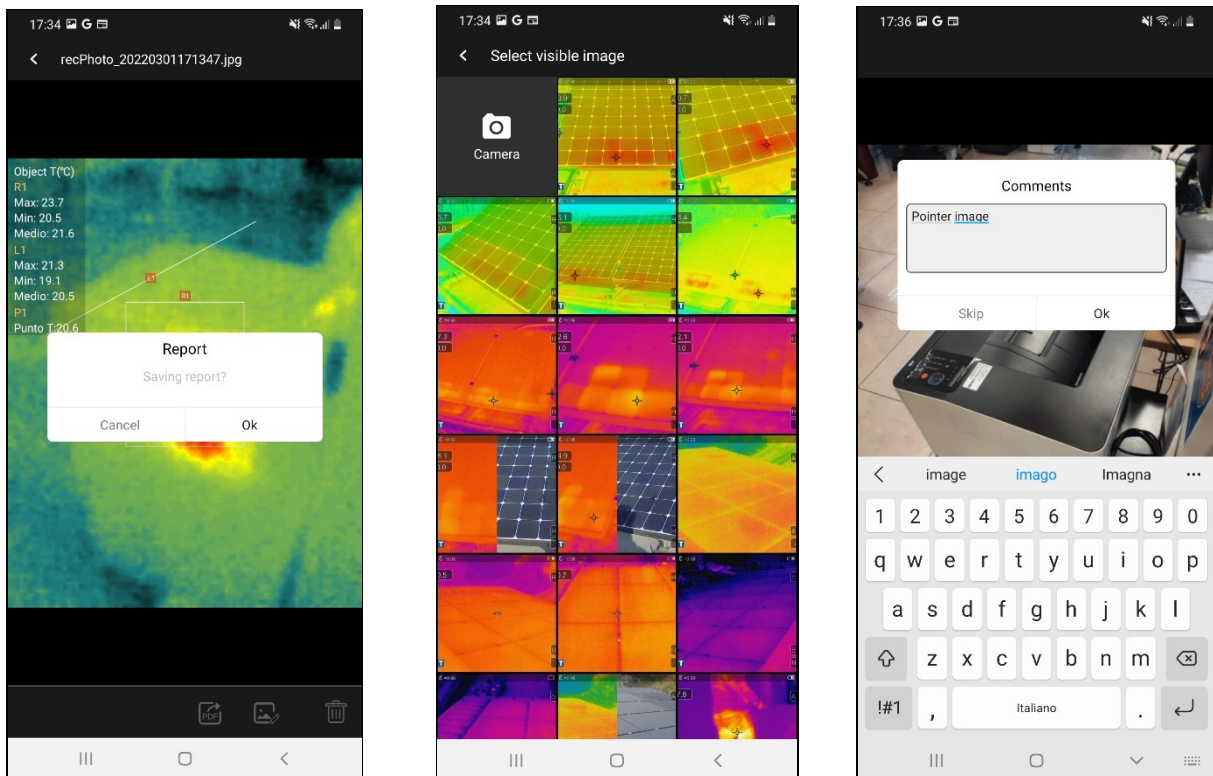

Fig. 12: Création d'un rapport PDF
2. Appuyez sur l'icône  pour créer le rapport PDF associé à l'image sélectionnée. L'écran de la Fig. 12- côté gauche s'affiche à l'écran. Confirmez avec "OK" pour lancer l'opération
3. Sélectionnez une image visible parmi celles disponibles sur l'instrument mobile ou prenez un instantané de l'objet encadré (voir Fig. 12- partie centrale)